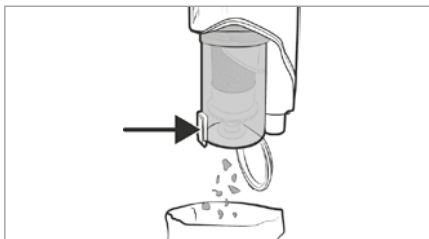

Bild 18
- 1) Håll dammbehållaren **7** över en soptunna eller -hink och tryck på knappen för att öppna locket **8**. Dammbehållarens lock **9** öppnas och innehållet faller ned i soptunnan eller -hinken (se bild 18). Stäng sedan locket till dammbehållaren **9** igen.